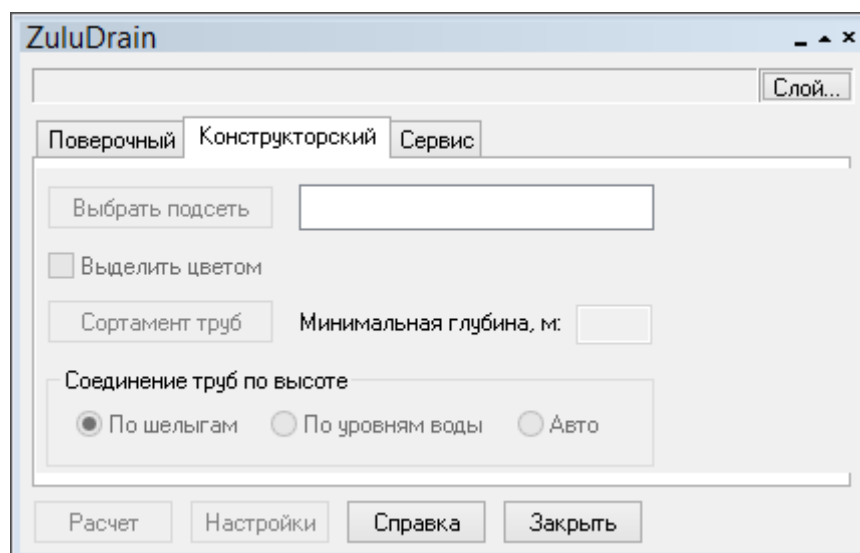

Рисунок 72. Вкладка конструкторского расчета
3. Перейдите на вкладку *Конструкторский*, (Рисунок 72. «Вкладка конструкторского расчета»).